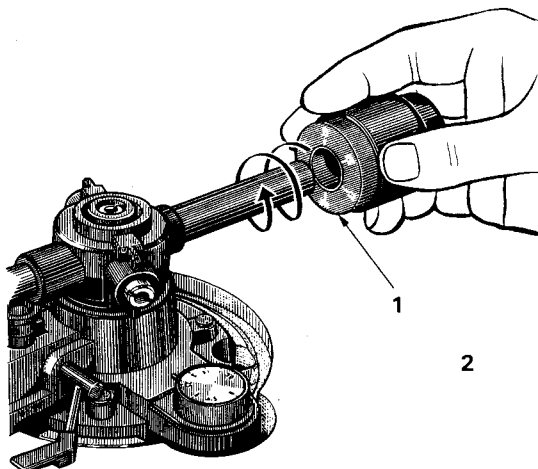

Fig. 5
3. Fixer le contrepoids à l'arrière du bras. (Fig. 5)
3. Gegengewicht wie gezeigt am hinteren Ende des Tonarms anbringen. (Fig. 5)
3. Bevestig het kontragewicht op het achtereinde van de toonarm. (Fig. 5)
3. Sätt tonarmens motvikt på baksidan av densamma. (Fig. 5)